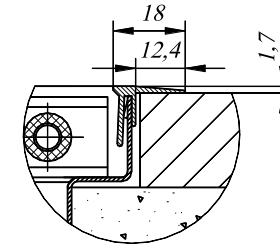

Рис.9
5.5 После укладки напольного покрытия щель между покрытием и конвектором рекомендуется заполнить силиконовым герметиком. При исполнении F щель закрыть F-образными планками, установив их сверху по периметру корпуса (см. Рис.9).